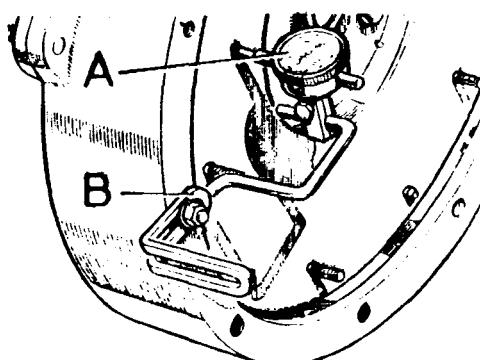

Fig. A3-79 Comprobación del alabeo del volante
- 2.3. Comprobar el alabeo del volante haciendo uso de un comparador de reloj, A -- (Fig. A3-79), instalado en su soporte, B, referencia 530106. Dicho alabeo no puede ser superior a 0,05 mm.